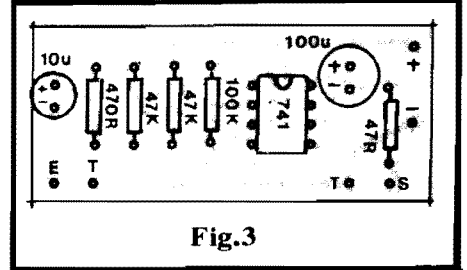

Fig.3
- FIG. 3 - "CHAPEADO" DA MONTAGEM - Agora mostrada pelo lado não cobreado, a plaquinha é vista já com todas as principais peças devidamente posicionadas, identificadas pelos seus códigos, valores, polaridades, etc. Atenção, principalmente, ao posicionamento do Integrado (extremidade marcada nitidamente indicada) e polaridades dos dois capacitores eletrolíticos (a "perna" mais longa é o terminal positivo, além da dita polaridade, costumadamente, vir marcada sobre o próprio corpo dos componentes...). Cuidado, ainda, para não trocar valores/posições dos 5 resistores... Ao iniciante, recomendamos que durante a fase de inserção das peças e respectiva soldagem, sejam consultados os encartes permanentes de APE: INSTRUÇÕES GERAIS PARA AS MONTAGENS e TABELÃO... Nesses importantes anexos de APE o Leitor "começante" encontra sempre essenciais informações, dicas e explicações sobre a boa técnica de montagem e identificação de peças, polaridades, códigos, valores, etc. Apenas depois de tudo muito bem conferido, as "sobras" de terminais deverão ser "amputadas" (com alicate de corte, pelo lado cobreado da placa...). Notem